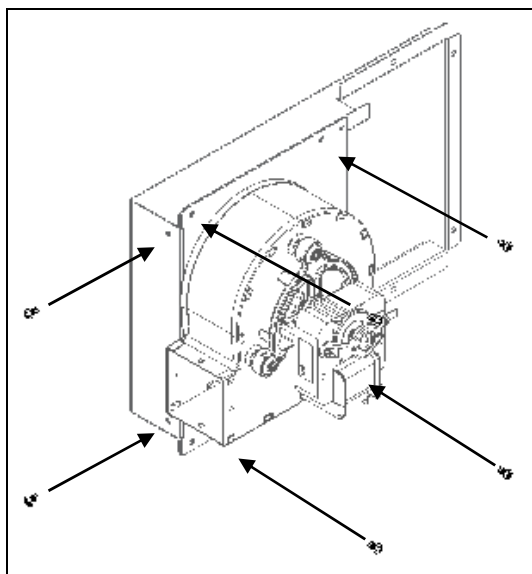

Figura 87 - Fijación del apoyo con el ventilador
i) Atornille el conjunto de la Figura 87 en la fase lateral de la cámara de combustión usando 6 tornillos (A) en los orificios preparados.